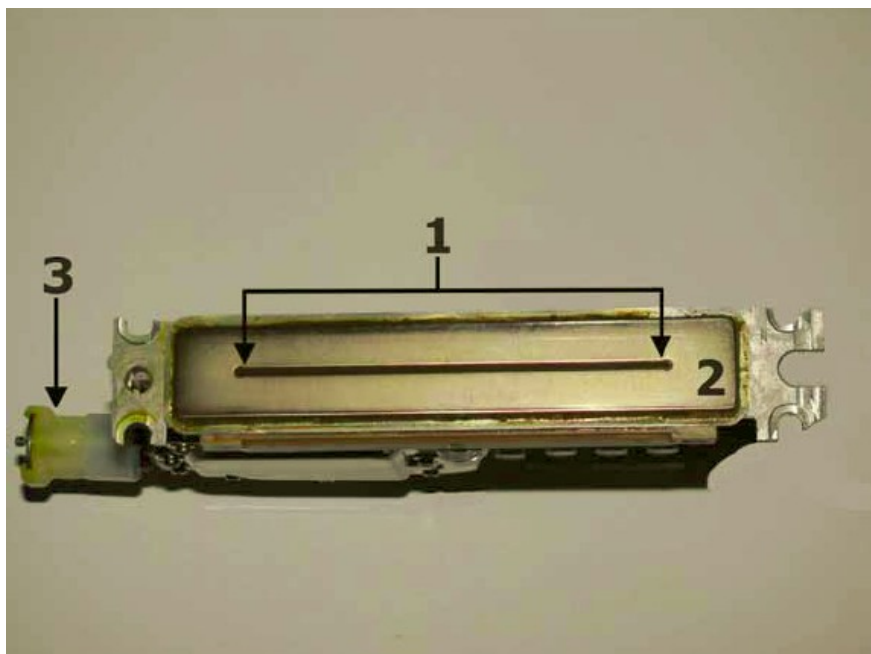

Рисунок 1 – 60: Пластина с соплами, печатная голова
8. Включите подачу воздуха, Рисунок 1 – 58 пункт 2. Перемещайте воздушное сопло вперед и назад по длине печатной головы.
9. Отключите подачу воздуха, Рисунок 1 – 58 пункт 2.